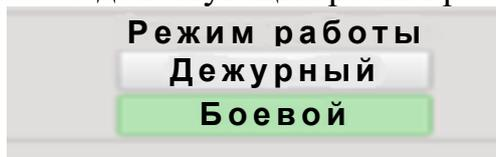

Рис. 8.17. Вид закладки «Режим работы»
- перевести МРЛС из режима «Дежурный» в «Боевой» нажатием кнопки «Боевой» (кнопка отображает действующий режим работы МРЛС (рис. 8.17);